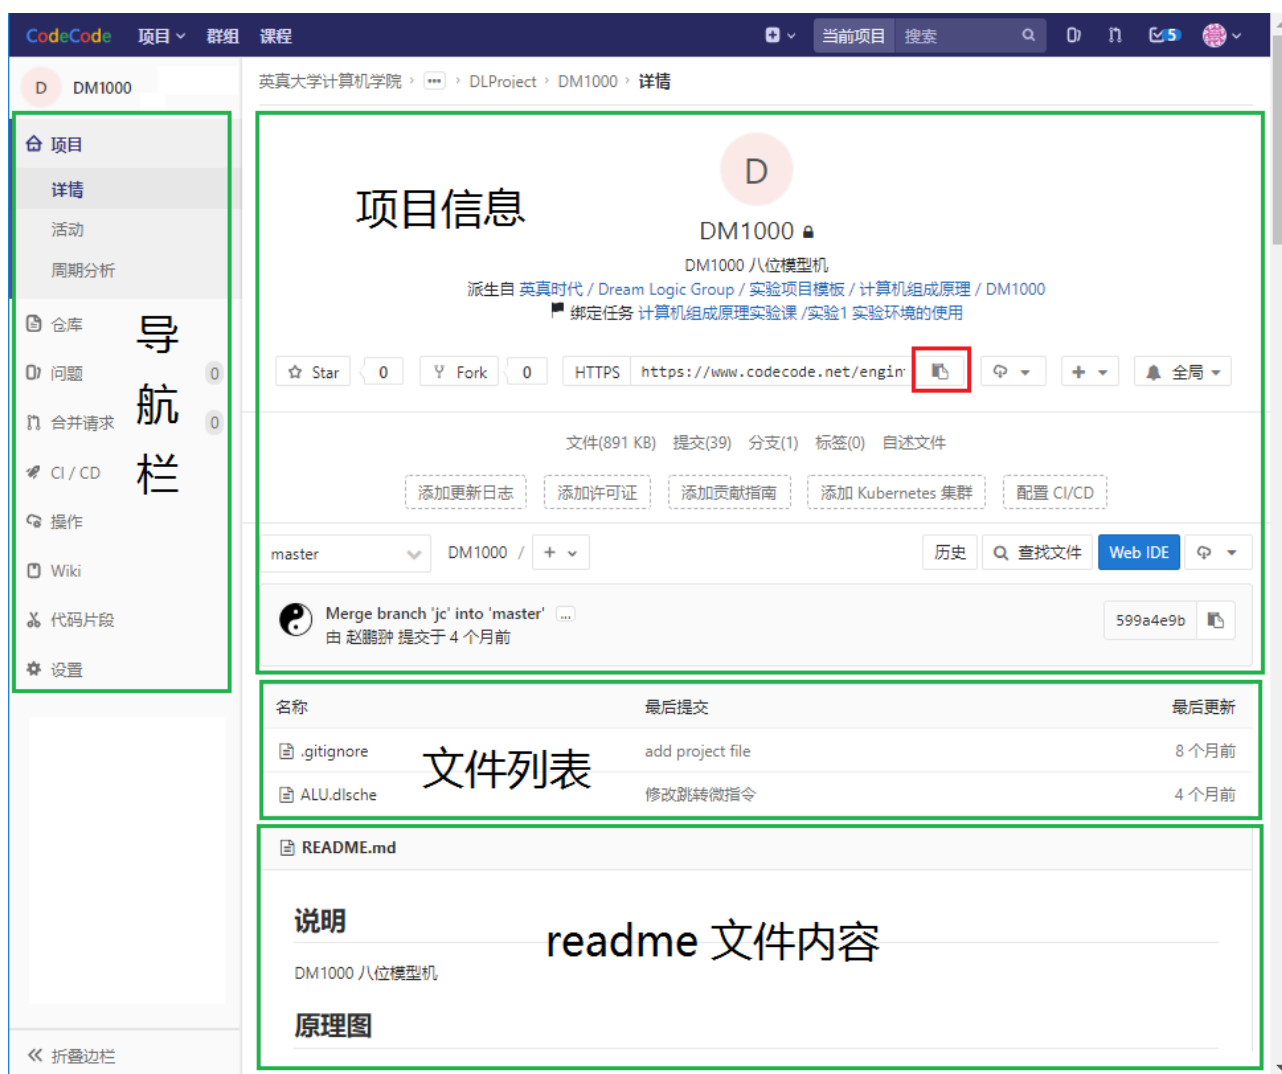

图 1-3：个人项目页面
7. 在个人项目页面中，包括左侧的导航栏、项目信息、文件列表、readme.md 文件内容等，如图 1-3 所示。
8. 在个人项目页面的图 1-3 中，点击红色方框中的按钮，可以复制当前项目的 URL，在本实验后面的练习中会使用这个 URL 将此项目克隆到读者计算机的本地磁盘中，从而供读者进行修改。
2. 在“Git 远程库 URL (G)”中填入读者个人项目的 Git 远程库的 URL 地址 (在图 1-3 中, 点击红色方框中的按钮, 可以复制当前项目的 URL)。